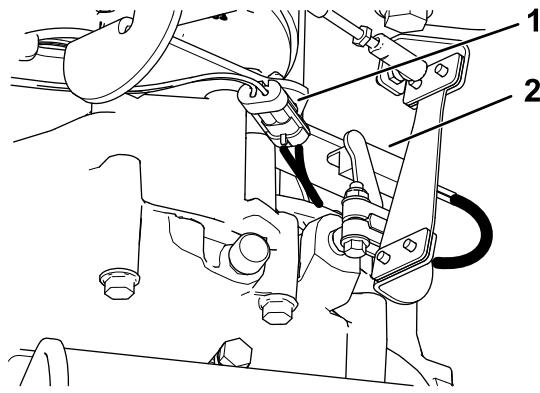

Figure 2
3. Connectez le câble du commutateur de marche arrière au contacteur (Figure 2).